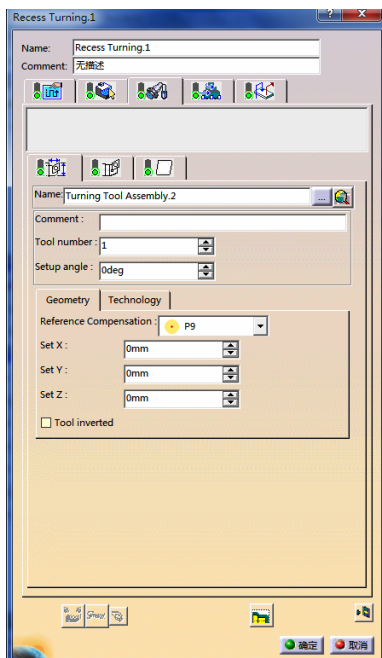

图 6-31 刀具参数选项卡（2）
- 单击“Recess Turning.1”对话框中的，切换到刀具参数选项卡（2），在“Name”文本框中输入“Turning Tool Assembly.2”，如图 6-31 所示。